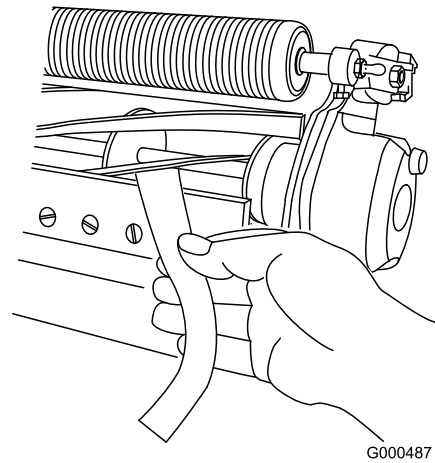

Bild 18
3. Testen Sie die Mähleistung, indem Sie einen langen Streifen des Schnittleistungspapiers (Toro Bestellnummer 125-5610) senkrecht zum Untermesser zwischen die Spindel und das Untermesser legen (Bild 18). Drehen Sie die Spindel **langsam** vorwärts; das Papier sollte geschnitten werden.